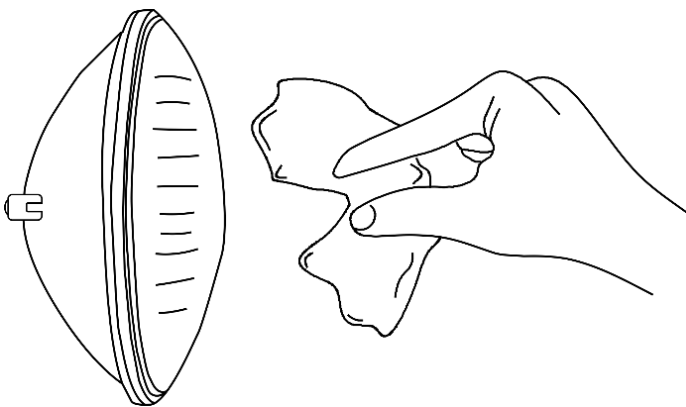

Abb. 05
- 05) Nehmen Sie die neue Lampe aus der Schachtel (Abb. 05).